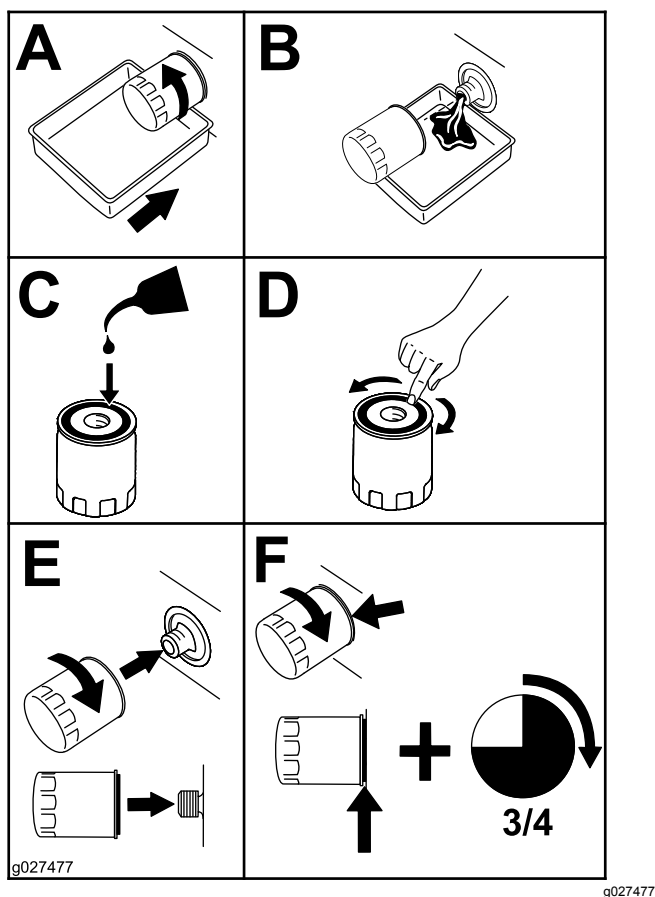

Figura 48
2. Substitua o filtro do óleo do motor (Figura 48).